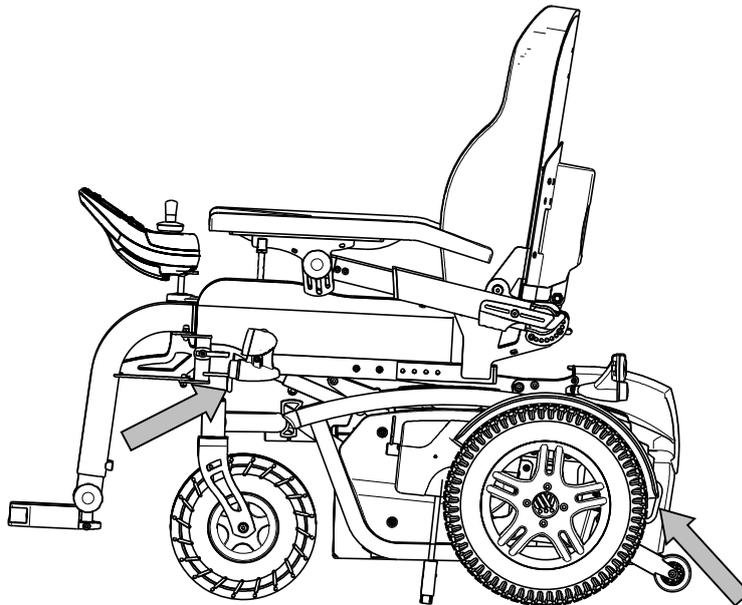

Figura 1
4. Si los compartimentos de equipaje y pasajeros NO están separados o cerrados, fijar bien el bastidor de la silla de ruedas al vehículo utilizando los 4 puntos de amarre (véase Figura 1).
- Monte las correas de sujeción frontal de acuerdo a las instrucciones del fabricante del sistema de la correa en el lugar indicado (figura 1).
- Monte las correas de sujeción traseras de acuerdo con las instrucciones del fabricante del sistema de correas en el lugar indicado (figura 1).